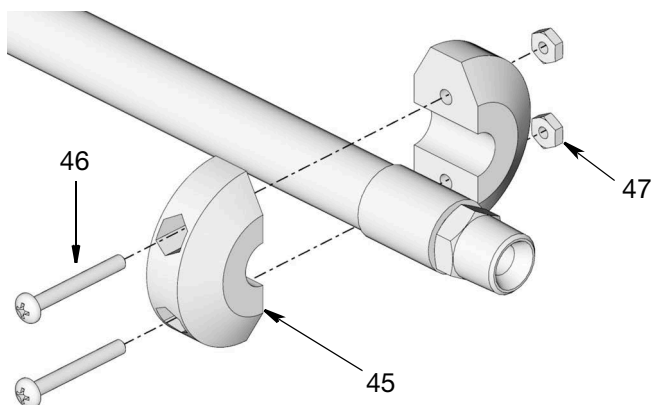

Рис. 7
5. Установите шаровой ограничитель (45) возле конца шланга, используя винты (46) и гайки (47). Затягивайте гайки до тех пор, пока наружные края ограничителя не соприкоснутся друг с другом (Рис. 7).